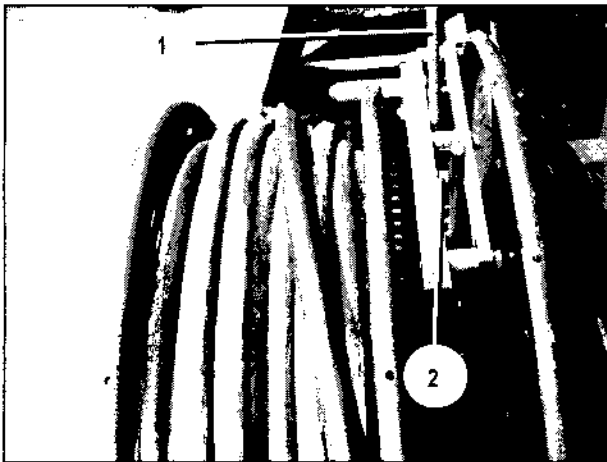

Bild 100
9. Kabeltrommeln entriegeln; dazu Kabeltrommel festhalten und Hebel (Bild 100/1) hinter den Zapfen (Bild 100/2) legen. Vielfachkabel ganz auftrommeln und Kabeltrommeln wieder verriegeln.